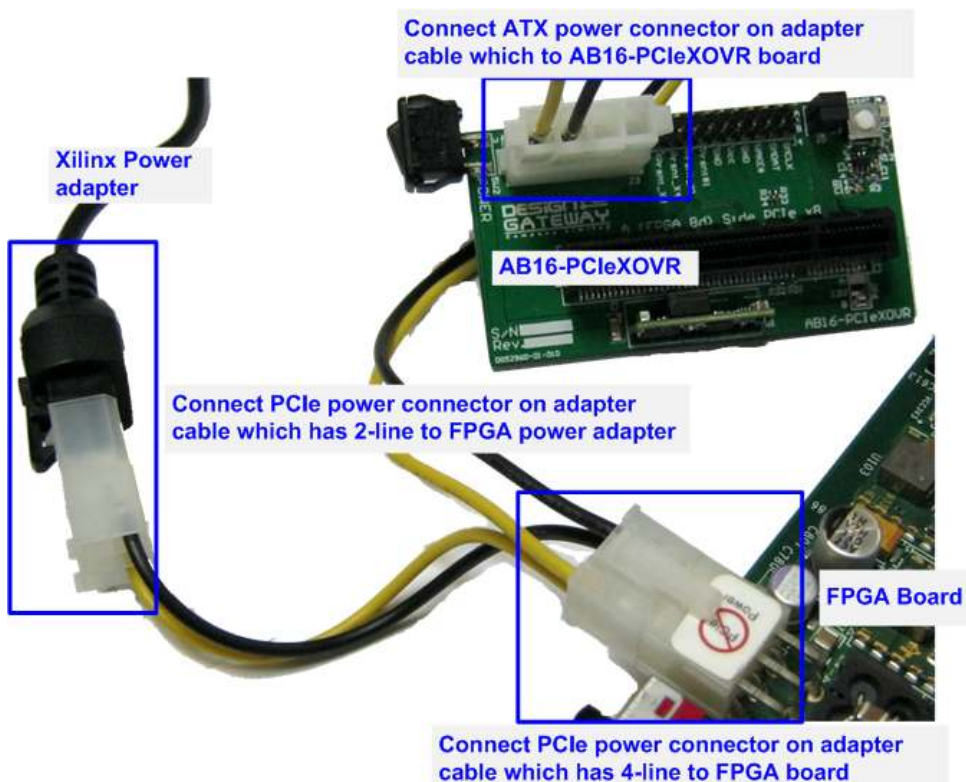

図 2-3: 電源分岐ケーブルで AC アダプタの電源を評価ボードと AB16-PCIeXOVR アダプタに供給
- AB16-PCIeXOVRアダプタ付属の電源分岐ケーブルを使い図 2-3 のように AC アダプタからの電源を分岐して AB16-PCIeXOVR アダプタ・ボードおよび Xilinx 評価ボードの両方に供給します。